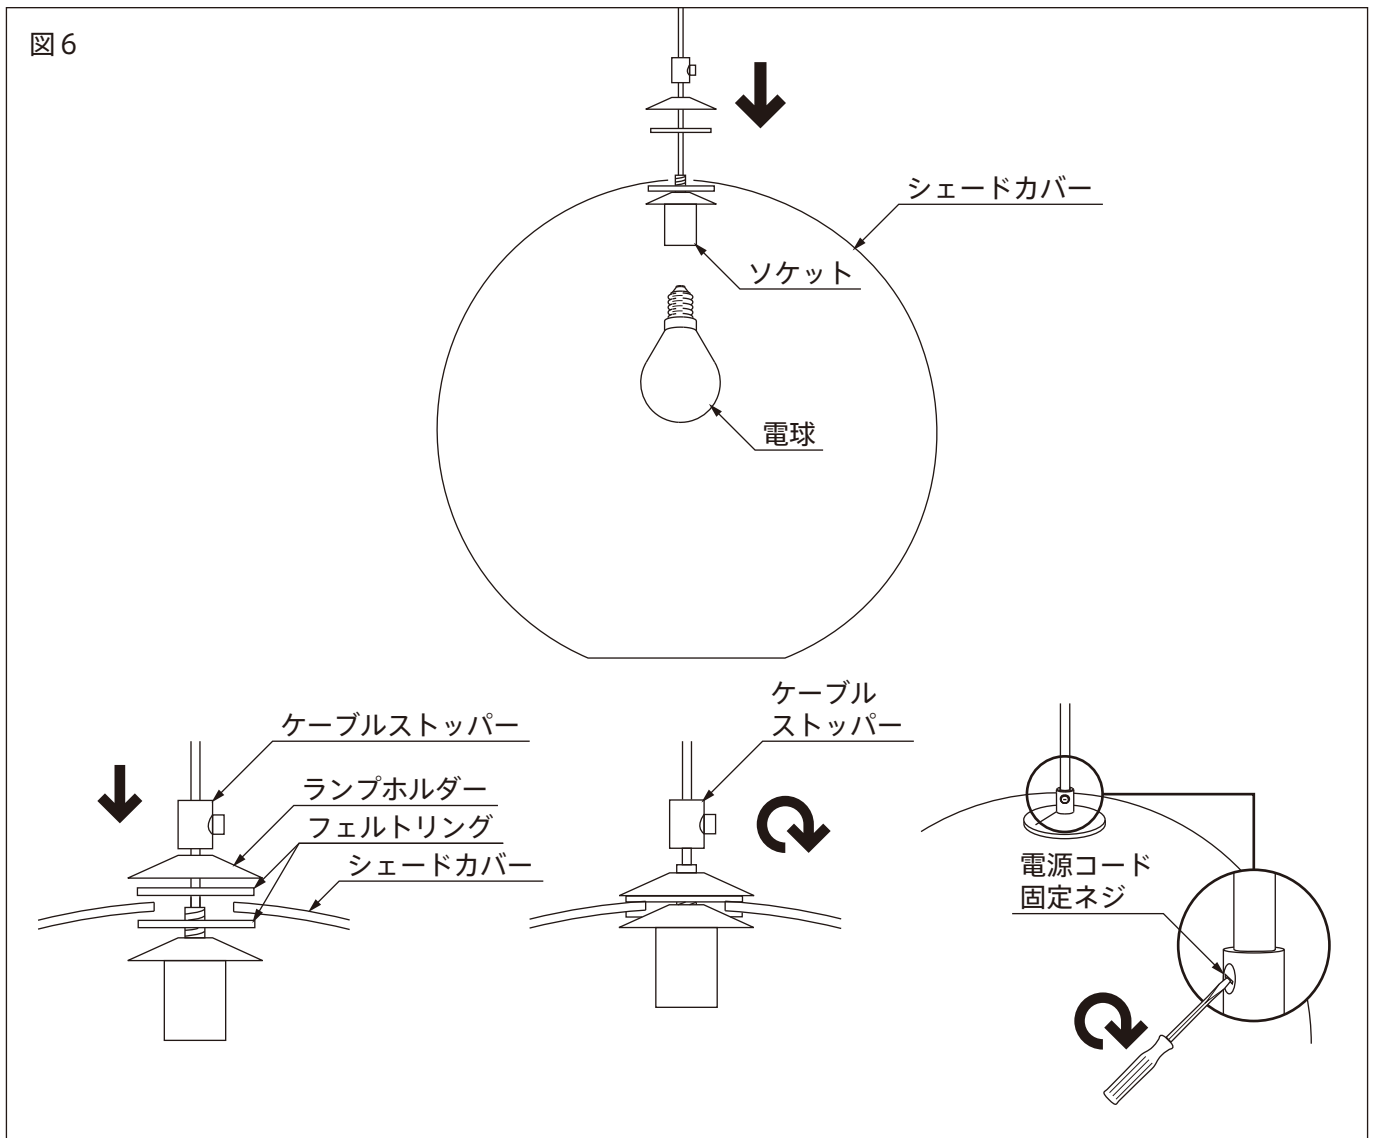

図7
8. 付属のタッピンネジにて取付金具を天井に固定します。(図7)